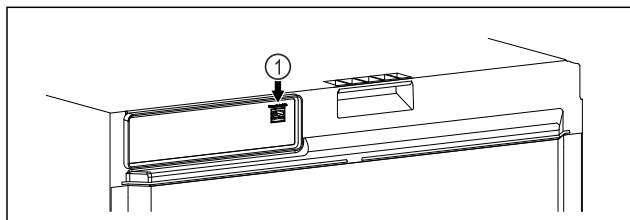

Fig. 103
- ☐ SmartModule Fig. 103 (1) è inserito.